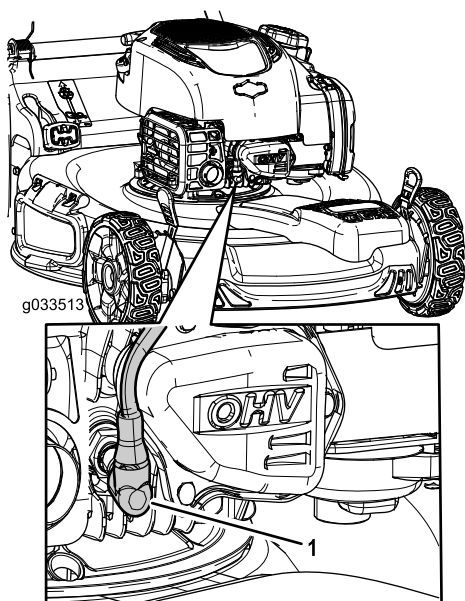

Figura 25
2. Desligue o fio da vela da ignição da vela da ignição (Figura 25).